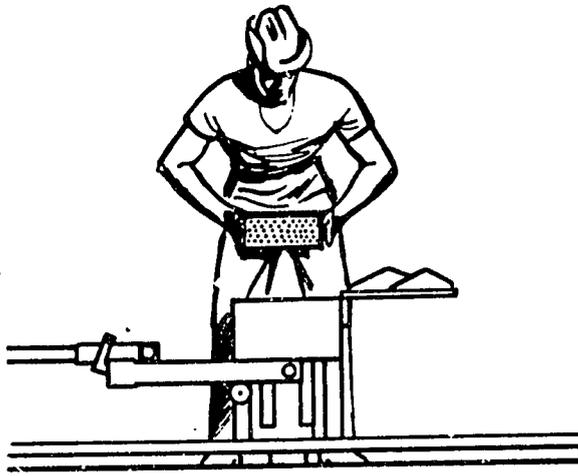

Fig. 14 - Sacando el bloque.
- (13) Si los bloques son levantados de la máquina y llevados propia y cuidadosamente, si la mezcla es correcta y si la máquina está bien ajustada, los bloques no se quebrarán fácilmente.
- (a) Apriete en los extremos opuestos del bloque con los dedos cerrados, los pulgares cerca de los dedos, y usando parte de las palmas de las manos (ver Fig. 14).